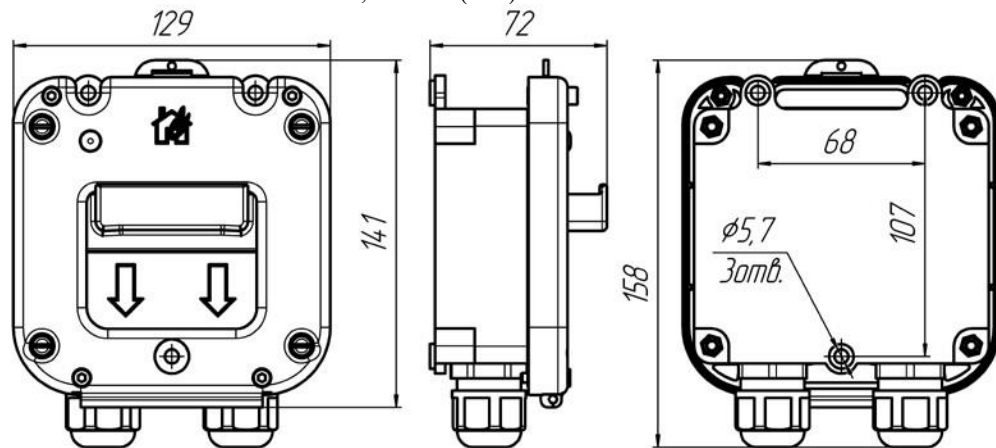
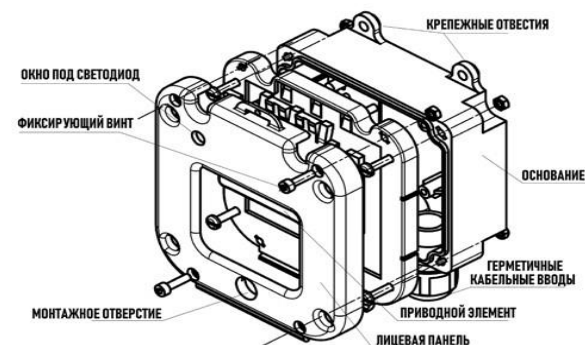

Рис.3. Габаритные размеры извещателя
Рис.1. Элементы конструкции извещателя
2.4. Конструктивно извещатель состоит из пластикового корпуса, основание которого с электронным блоком закрепляются на стене помещения. Затем лицевая панель с приводным элементом шурупами крепится к основанию. **Корпус извещателя, в базовой комплектации оборудуется двумя пластиковыми кабельными вводами для подключения кабелей Ø от 6 до 12мм, по требованию заказчика корпус может выпускаться с одним пластиковым кабельным вводом или без отверстий под вводы.** Корпус может быть оборудован герметичными пластиковыми кабельными вводами для подведения проводников Ø от 13 до 18мм, герметичными вводами МКВ (см. таблицу) из нержавеющей стали, количеством 1 или 2 шт. Элементы конструкции извещателя показаны на рис.1. Габаритные размеры извещателя показаны на рис.3. **Производитель рекомендует применение ИП535-26-А «СЕВЕР» совместно с козырьком К-04 и стойкой СП-01.**